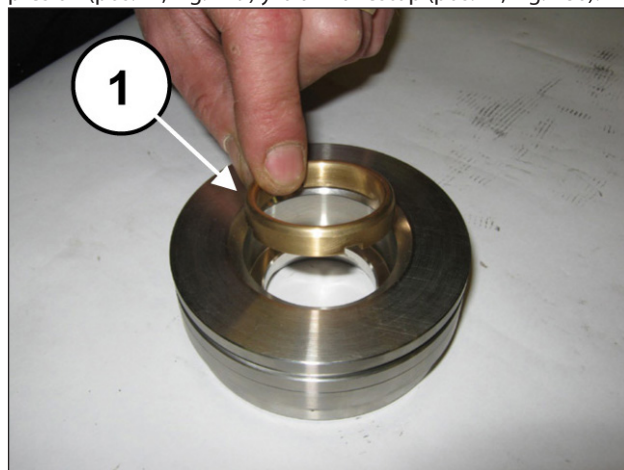
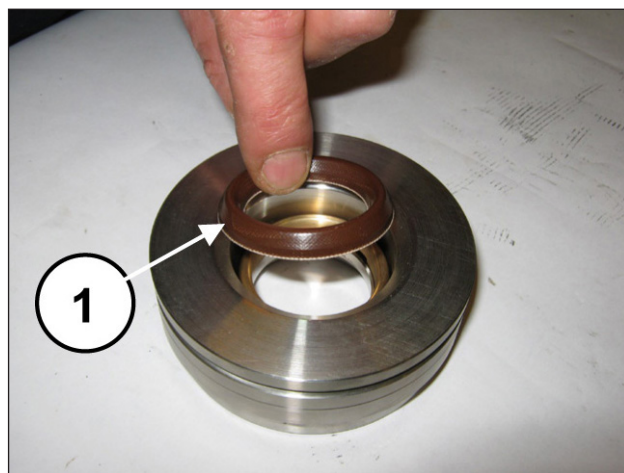
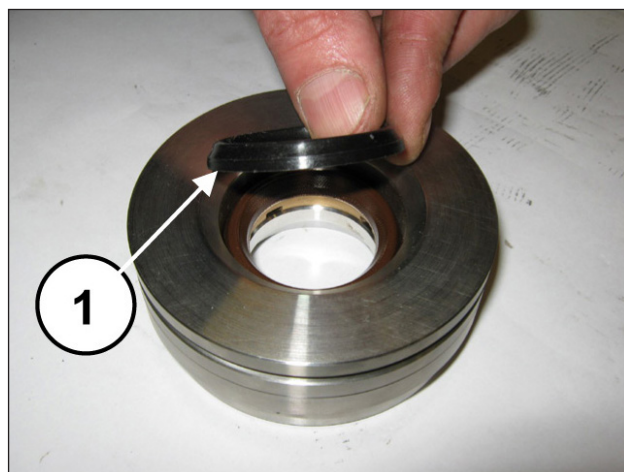

Fig. 178
Fig. 179
Fig. 180
Montar la anilla del cuello (pos. ①, Fig. 178), la junta de alta presión (pos. ①, Fig. 179) y la anilla restop (pos. ①, Fig. 180).